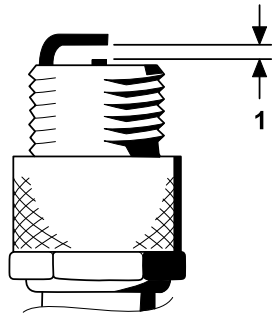

图 34
4. 如图 34 所示将中心电极与侧电极之间的空隙设置为 0.76mm。